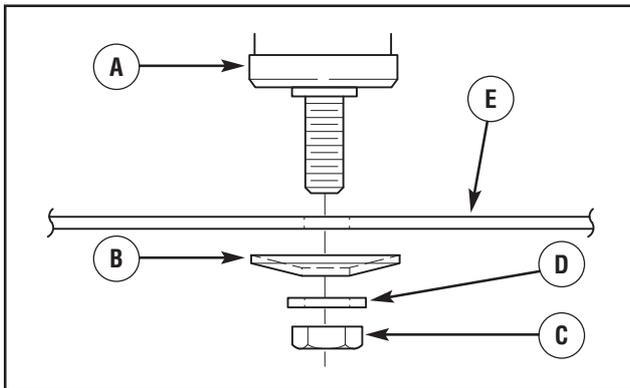

Figura 20: Assemblaggio della lama
8. Fissare la **lama** con rondelle e dado originali. Accertarsi che il bordo esterno della **rondella Belleville** sia contro la **lama** (figura 20).